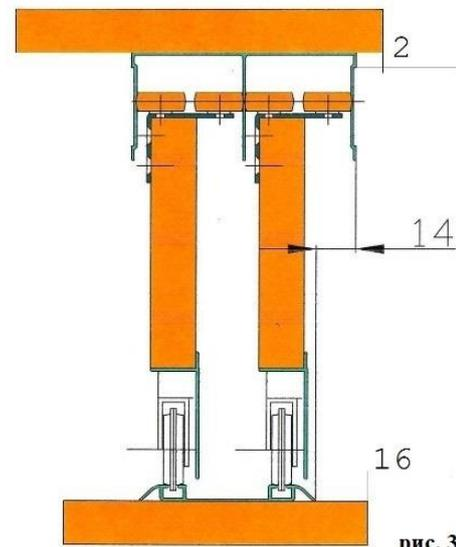

рис. 3
10. На дно 2 крепим саморезами 3,5x16 ходовой двойной профиль (как указано в схеме на рис.3).
11. На крышу 1 крепим саморезами 3,5x16 направляющий Ш-образный профиль (как указано в схеме на рис.3).
Крепится на верхней внутренней поверхности потолка шкафа (рис.3) саморезами 4,2x16 и служит направляющей для верхней части дверей. Длина выбирается равной размеру внутреннего пространства шкафа между боковыми стенками.
Крепится на нижней внутренней поверхности пола шкафа (рис.3) саморезами 4,2x16 и служит опорой и направляющей для нижней части дверей. Длина выбирается равной размеру внутреннего пространства шкафа между боковыми стенками.